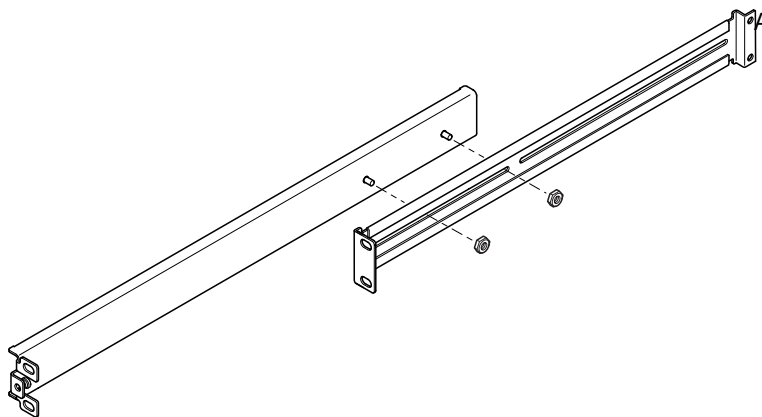

图 2-2 为 Sun StorEdge 72 英寸高机架定位滑板底座
1. 定位滑板的两个部分，使得其双角吊耳 (A) 位于所要装入机架的正确位置上。
- 对于 Sun StorEdge 72 英寸高（19 英寸宽）机架，双角吊耳 (A) 必须定位到后部（请参见图 2-2）。